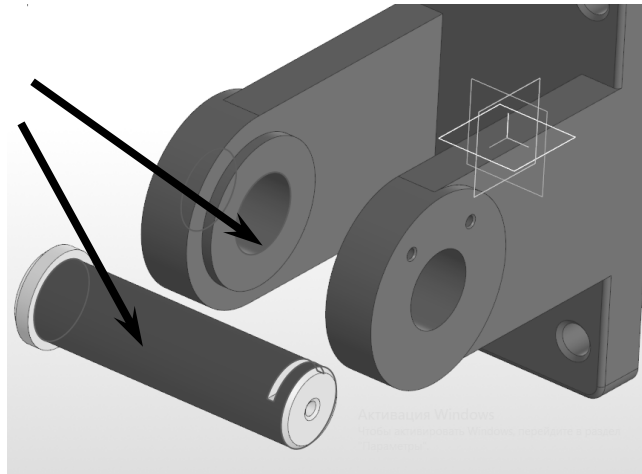

Рис. 5.4. Применение сопряжения «Соосность»
- Наложите на компоненты сборки сопряжение «Соосность»: выберите команду «Соосность» на панели **Размещение компонентов** – затем укажите ЛКМ цилиндрические поверхности деталей, как показано на рис. 5.4. Нажмите кнопку для завершения операции.